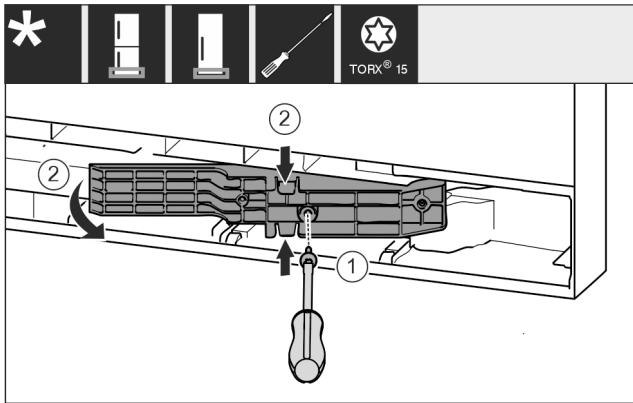

Fig. 18 *
- ▶ Ослабьте винты отверткой T15. Fig. 18 (1)*
- ▶ Извлеките деталь адаптера. Fig. 18 (2)*